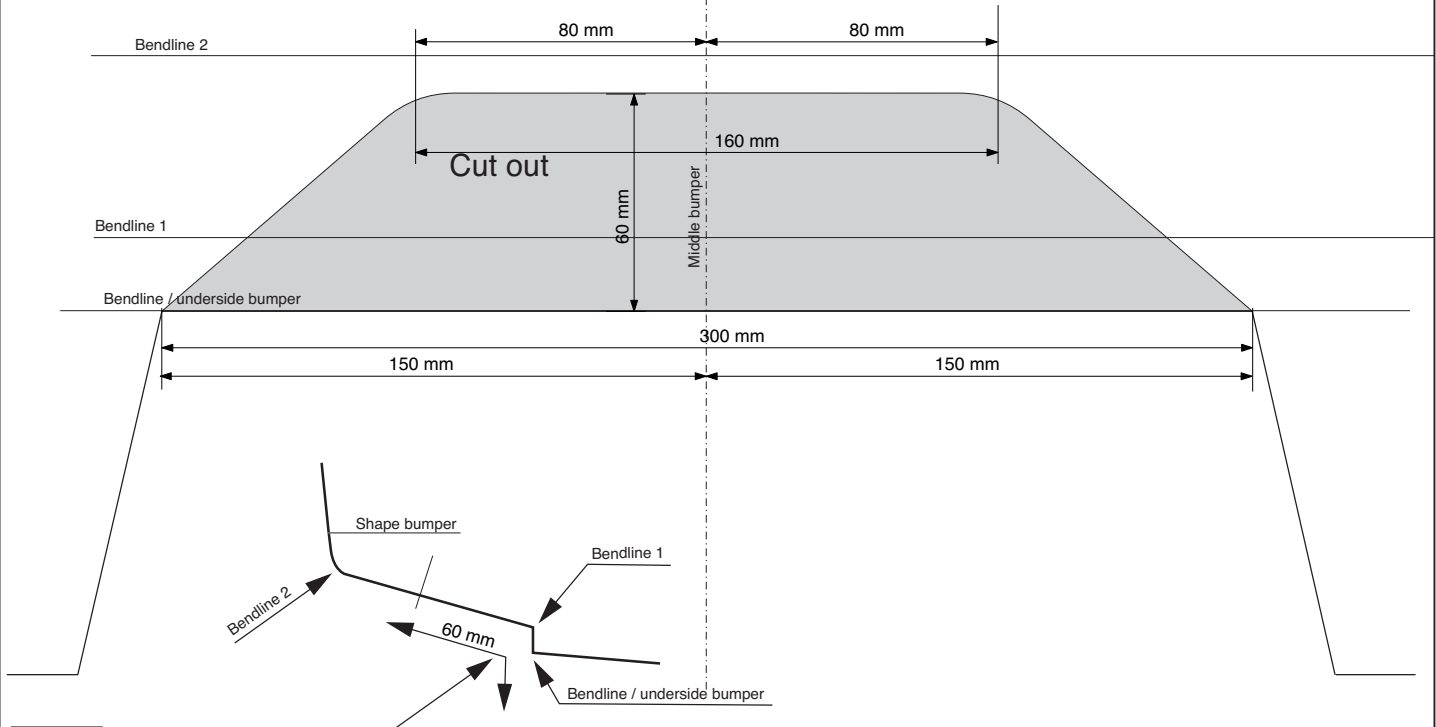

Fig. 2
9. **Для автомобилей 11/2011->:** Выпилить часть из бампера в середине снизу, как указано на рис. 2.